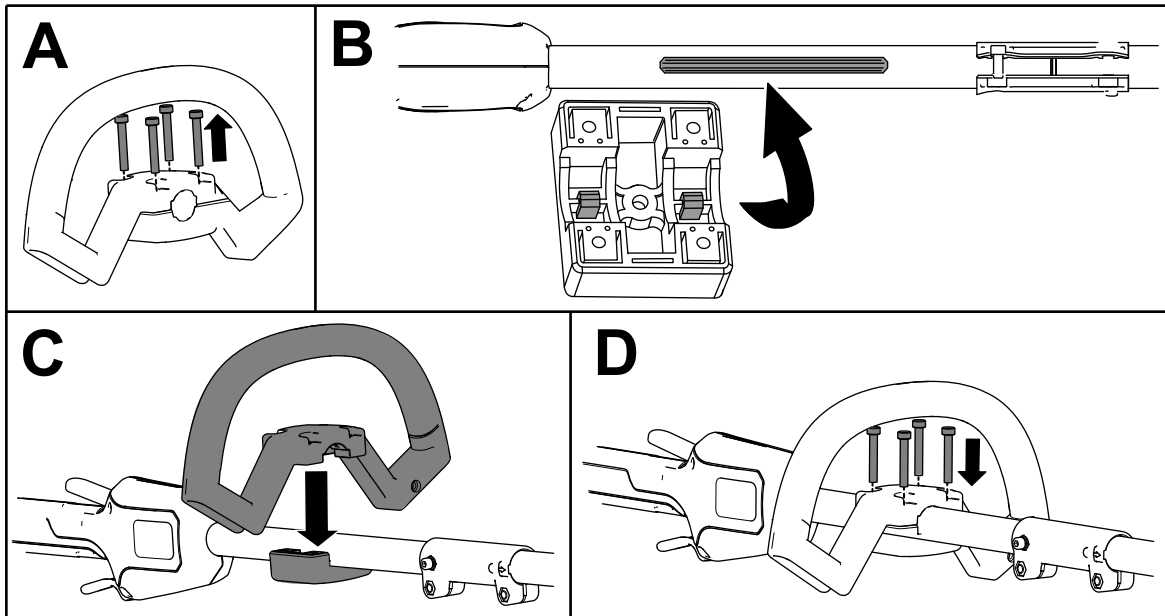

Bild 2
1. Trennen Sie den Hilfsgriff von der Griffplatte ab, indem Sie die 4 Zylinderschrauben mit dem mitgelieferten Innensechskantschlüssel entfernen (A in Bild 2).
2. Richten Sie die Führungen auf der Hilfsgriffplatte auf die Führung unten am Freischneiderstiel aus (B in Bild 2).
3. Richten Sie den Hilfsgriff mit der Hilfsgriffplatte auf dem Freischneiderstiel aus (C in Bild 2).
4. Befestigen Sie den Hilfsgriff mit den 4 Zylinderschrauben, die Sie vorher entfernt haben, an der Griffplatte (D in Bild 2).
3. Befestigen Sie die Schutzvorrichtung mit den 2 Zylinderkopfschrauben, 2 Unterlegscheiben und 2 Distanzstücken, die Sie vorher entfernt haben, an der Freischneiderbasis (C in Bild 2).